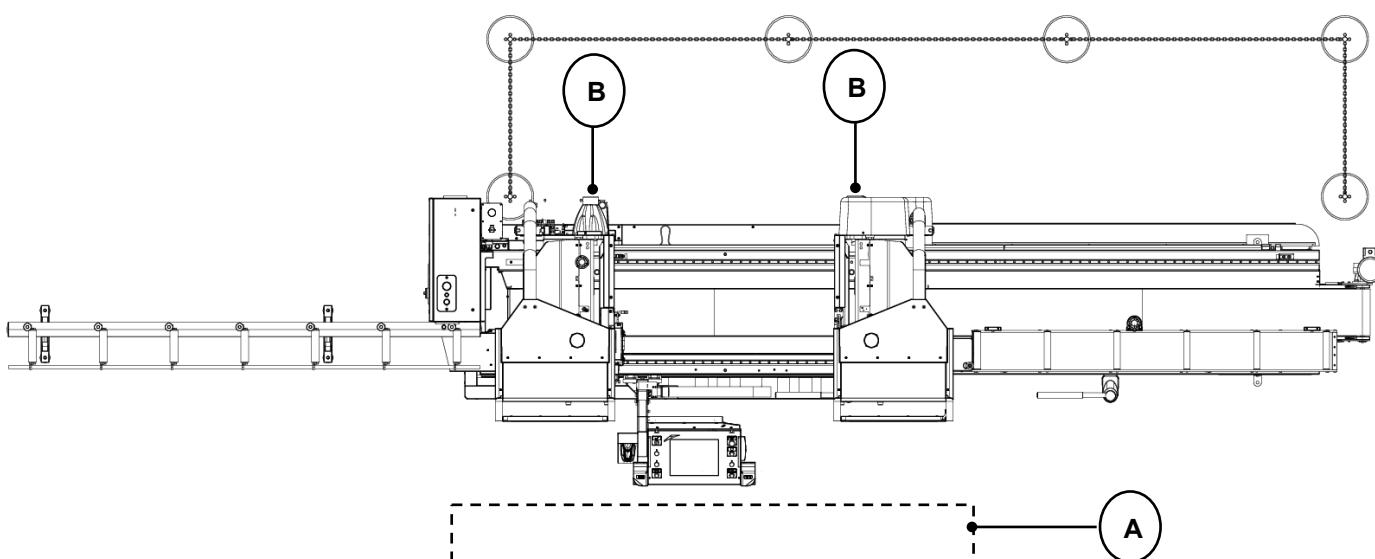

Fig. 04-03
Essa área é isenta de riscos para o pessoal responsável e é descrita como uma "área de comando e controle do operador" "A" (**Fig. 04-03**).
Se a máquina for colocada no meio da oficina ou até mesmo perto de uma parede, deve-se instalar um cavalete de boa estrutura na parte traseira da máquina, conforme mostrado na **Fig. 04-03**.
1. Área traseira para evacuação forçada de cavacos e fumos “B” (**Fig. 04-03**): RECOMENDA-SE não utilizar a máquina sem um aspirador conectado e funcionando; é proibida a permanência de qualquer pessoa nesta área.